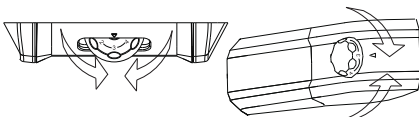

Fig.5
- La regolazione della temperatura, di entrambi i comparti, avviene ruotando la manopola del termostato (fig.5).